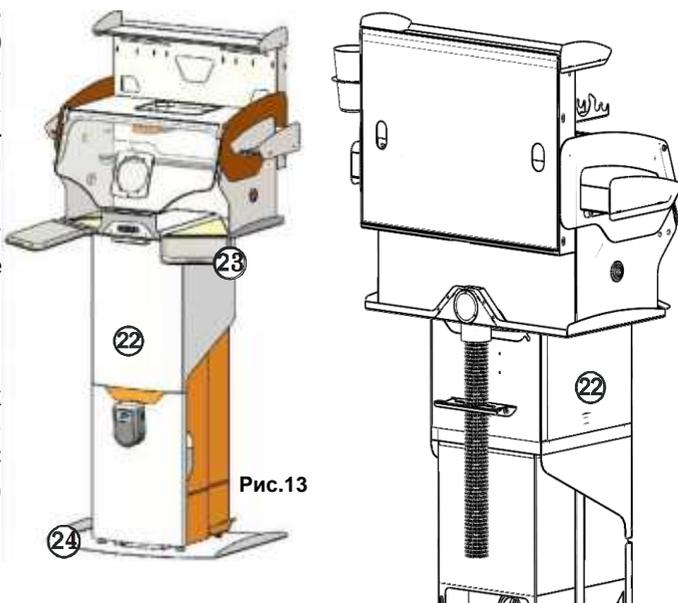

Рис.13
На рис.13 – пример установки **БОКСА** на корпус УПЗ 7.2 КОМБИ (22).